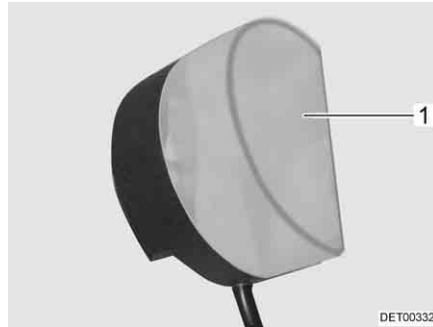

Fig. 289 Eclairage de la penderie
- Enfoncer légèrement le couvercle de la lampe (Fig. 289,1) et le retirer.